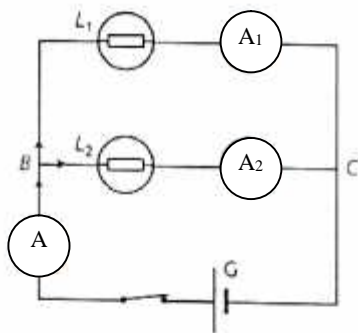

Fig. 4a. Schéma du montage.
b. Etude de l'intensité Fig 4a et 4b.